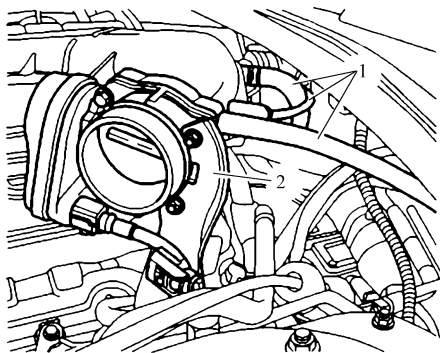

图 16-33 连接软管和电路
- 24) 重新连接软管 (图 16-33 中的 1) 和其他电路连接 (图 16-33 中的 2)。